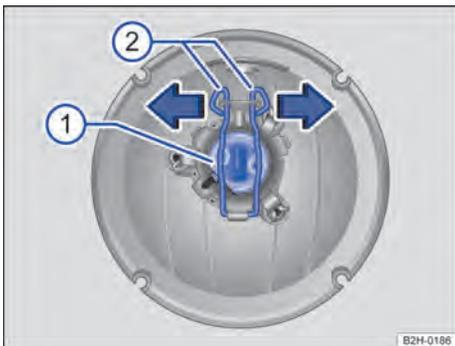

Fig. 159 Iluminação adicional no teto do veículo: trocar a lâmpada incandescente.
6. Pressionar as travas para baixo e desprender no sentido da seta → Fig. 159 ②.
7. Puxar o suporte da lâmpada para fora do refletor → Fig. 159 ①.
10. Pressionar as travas para baixo e encaixar no sentido contrário à seta → Fig. 159 ②.